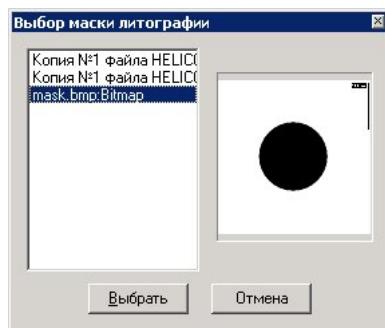

Рис. 2.12. Выбор маски литографии
- Литография - режим литографии. Литография может выполняться в трех режимах - литография зондом (Высота), литография напряжением (Напряжение), и литография модуляцией опорного значения (Уставка). На закладке Литография выбираются изображение-маска, режим литографии и параметры воздействия на поверхность. При нажатии на кнопку “Выбрать” появляется окно выбора изображения-маски (рис. 2.12). Если размеры маски не совпадают с размерами сканируемой области (в точках), то маска будет соответствующим образом сжата или растянута. Значения высоты маски будут